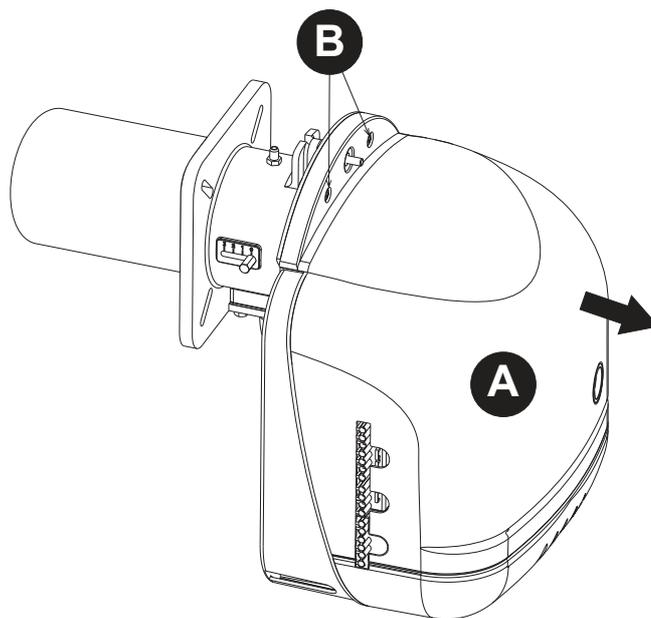

рис. 2b
- 1) Снимите крышку горелки "А", отвинтив два винта "В" (рис. 2b).